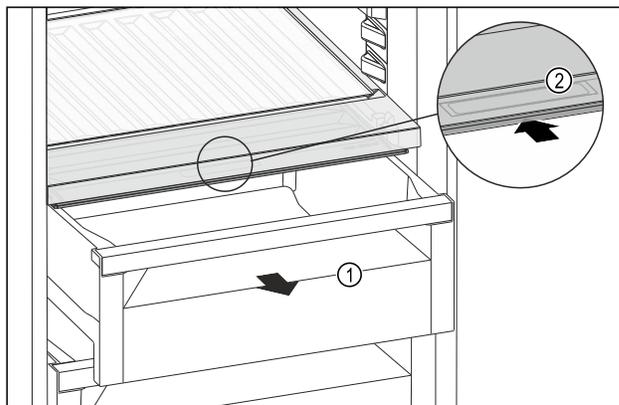

Fig. 115
- ▶ Retirer le tiroir Fig. 115 (1).
- ▶ Saisir la poignée encastrée Fig. 115 (2) du couvercle du compartiment et pousser le couvercle du compartiment vers l'arrière.